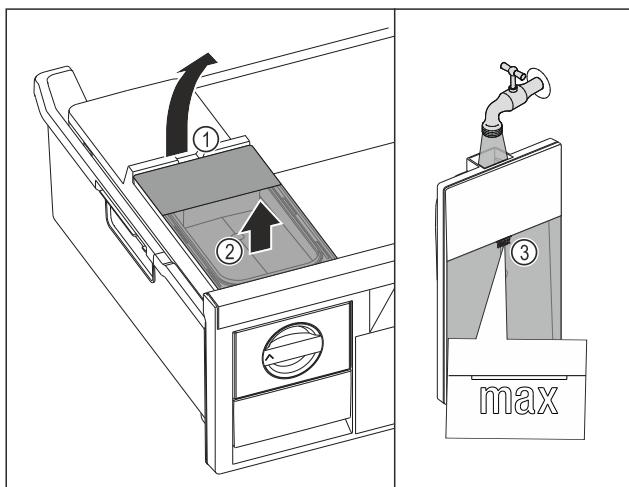

Fig. 71
- Поднимите бак для воды за выемку Fig. 71 (1).
- Извлеките бак для воды движением вверх. Fig. 71 (2)
- Наполните бак для воды питьевой водой до отметки Fig. 71 (3).